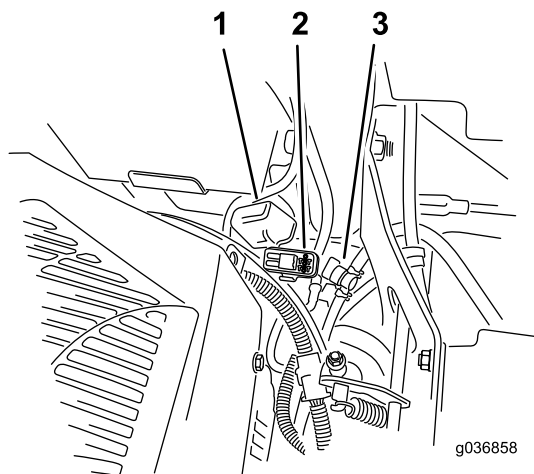

Figure 55
Remarque: Sur les machines MyRide, assurez-vous que le câble de masse ne frotte pas contre le bras tiré ou le support d'amortisseur inférieur (Figure 55).
Les fusibles sont situés sur la console droite, près du siège (Figure 55).
2. Remplacez le fusible (Figure 55).